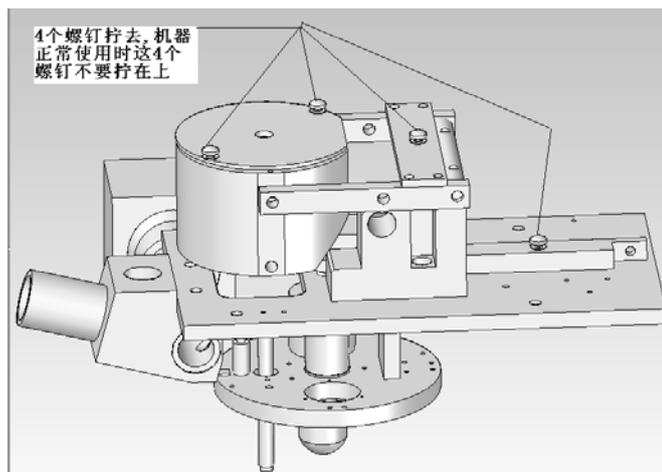

图 3.2 拆去 4 个螺钉位置图
3. 卸去上盖(12)，在机上面旋去螺钉和防震螺钉共四个(图 3.2)。